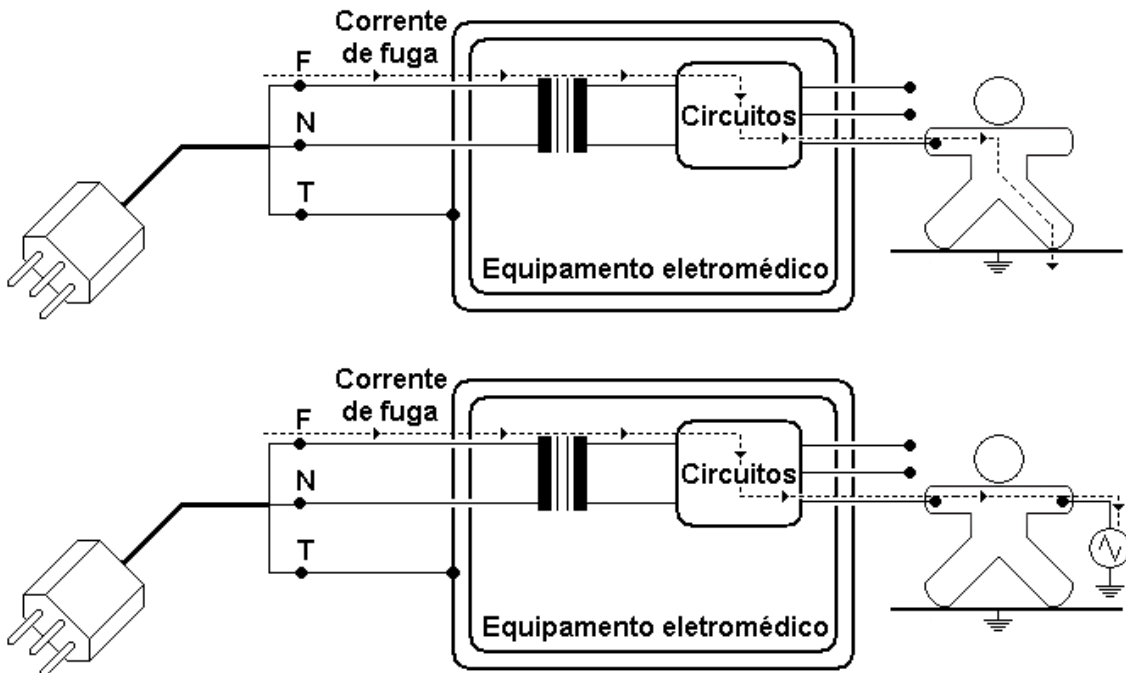

Figura 3 - Corrente de fuga pelo paciente.
*EQUIPAMENTO no qual a proteção contra choque elétrico não se fundamenta apenas na ISOLAÇÃO BÁSICA, mas incorpora ainda precauções de segurança adicionais, como ISOLAÇÃO DUPLA ou ISOLAÇÃO REFORÇADA, não comportando recursos de aterramento para proteção, nem dependendo de condições de instalação (ver Figura 3).”*